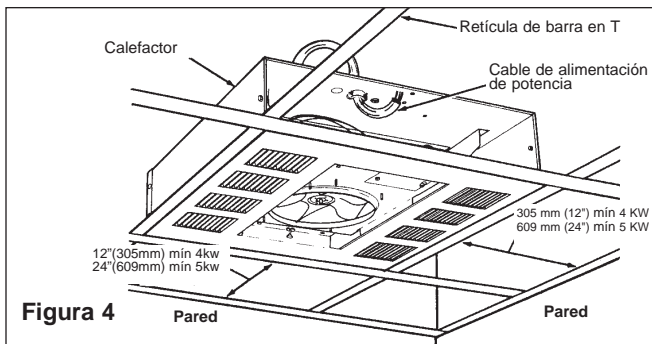

Figura 4
- Coloque en posición el calefactor en la retícula de la barra en T (Figura 4) y asegure según se requiera. VEA LA ADVERTENCIA NO. 9.